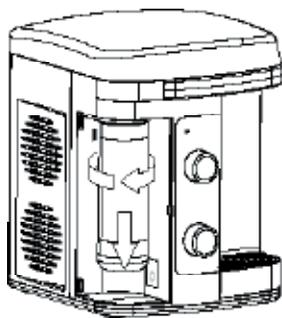

Fig. 11
- Abra a tampa do alojamento do Refil, gire o refil "Girou,Trocou" para a esquerda para desencaixá-lo do produto (Fig. 11).